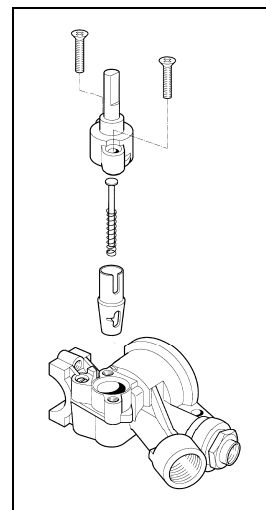

Fig.15
1. Démontez le corps de la valve en desserrant les deux vis positionnées sur le corps de celle-ci. (Voir la Fig. 15).